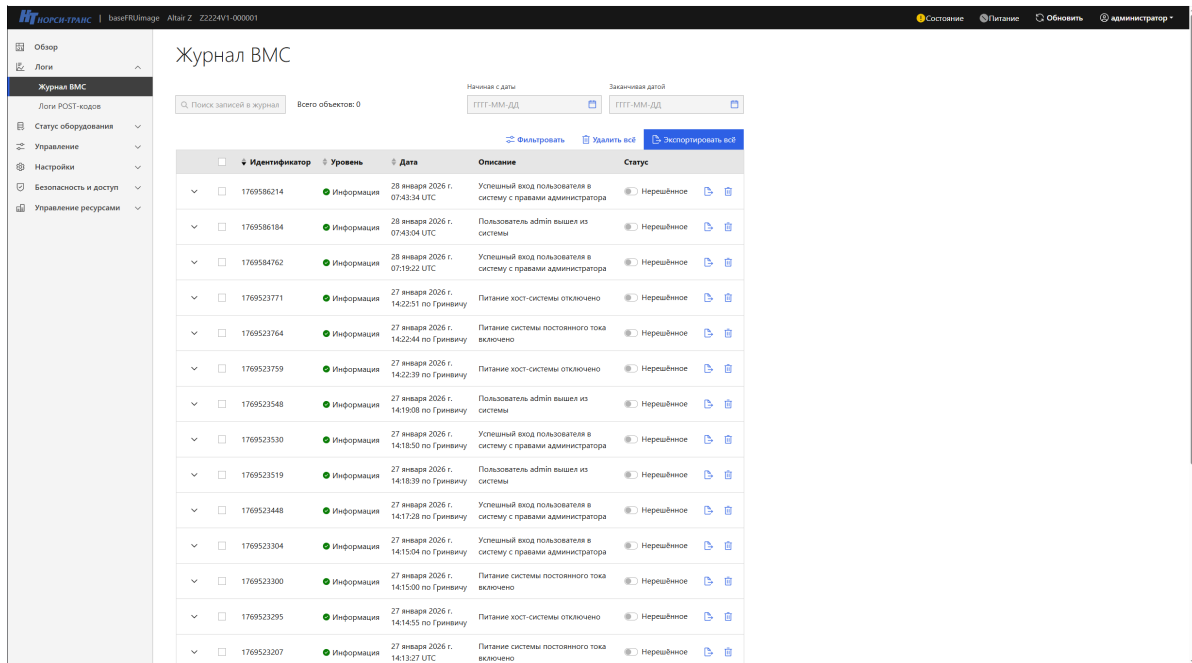

Рис. 64. Окно «Журнал ВМС»
- 2) Пройдите во вкладку «Логи» → «Журнал ВМС» в данной вкладке отображены все события произошедшие в сервере. В поле «Поиск записей в журнале» производится поиск события. В поле «Начиная с даты» произведите фильтрацию по дате начала события, в поле «Заканчивая датой» произведите фильтрацию по дате окончания события. «Удалить всё» позволяет удалить все произошедшие события. «Экспортировать всё» позволяет экспортировать все записи журнала ВМС. Окно показано на рис. 64 Окно «Журнал ВМС»